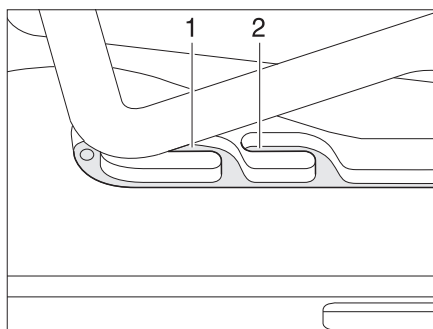
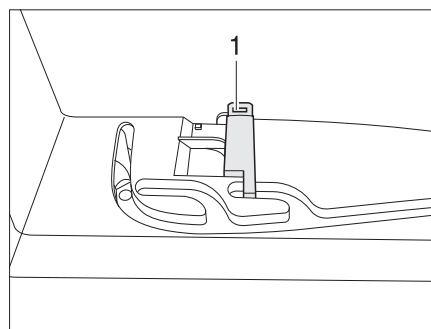

Fig. 93 Oblò Heki in posizione di ricircolo d'aria
Fig. 94 Bloccaggio della posizione di ricircolo d'aria
È possibile portare l'oblò Heki in due posizioni di ricircolo d'aria: Posizione brutto tempo (Fig. 93,1) e posizione centrale (Fig. 93,2). A seconda del modello è possibile bloccare l'oblò nella posizione centrale con il chiavistello (Fig. 94,1).
- Premere la staffa leggermente verso l'alto, spingerla nella guida selezionata (Fig. 93,1 o 2) ed eventualmente bloccarla.